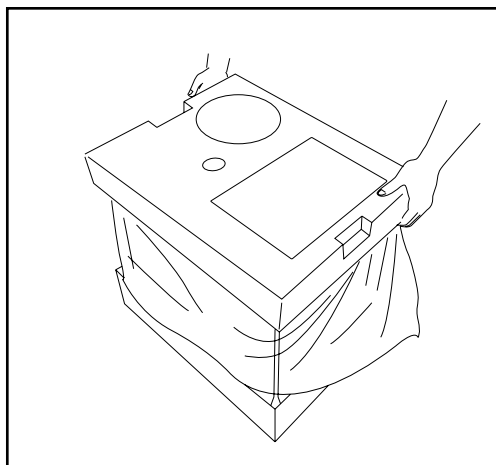
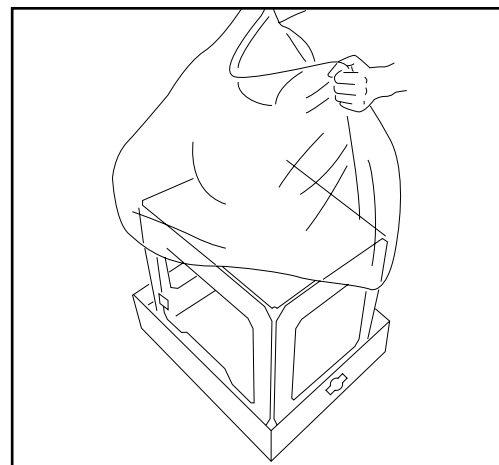

Figure 2.3 Partie supérieure
Figure 2.4 Partie inférieure
- 2 L'emballage intérieur est composé de deux parties distinctes : une boîte d'accessoires sur la partie supérieure (fig. 2.3) et un plateau contenant l'imprimante sur la partie inférieure (fig. 2.4).